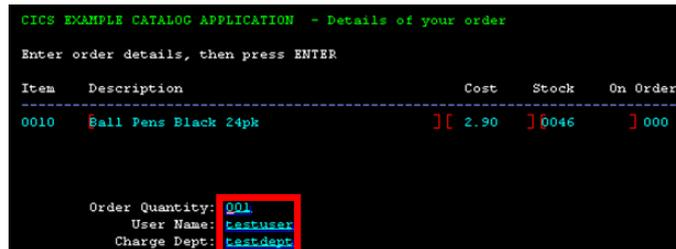

Abbildung 41
- Schritt 8 muss für die Felder **User Name** und **Charge Dept** wiederholt werden. Wir füllen diese Felder mit den Werten **testuser** und **testdept**. Dabei ist zu beachten, dass auch hier wieder vor jeder Felddefinition das Insert Data into Screen Icon geklickt werden muss! Ist dieser Vorgang abgeschlossen und sieht der Bildschirm wie in Abbildung 41 dargestellt aus, so kann mit der **Enter** Taste die Bestellung abgeschlossen werden.